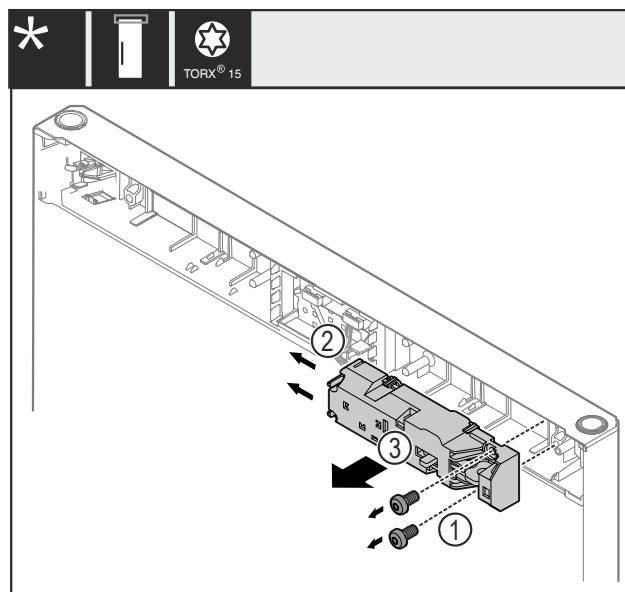

Fig. 20
- Fjern skruerne Fig. 20 (1).
- Tryk låsetappen Fig. 20 (2) til siden, og tag fjernlåsen Fig. 20 (3) af.